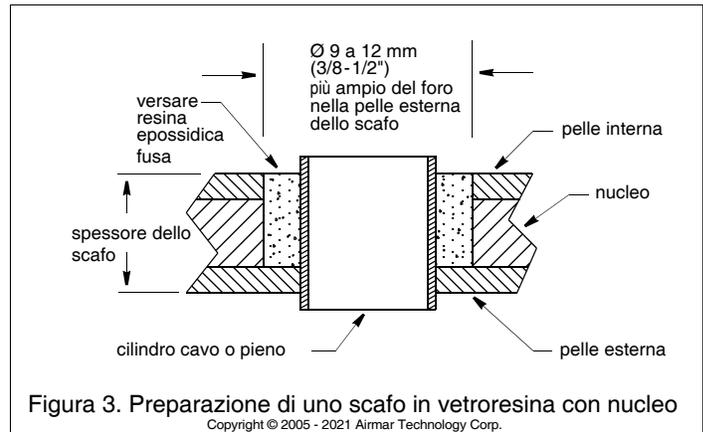

Figura 3. Preparazione di uno scafo in vetroresina con nucleo
2. Utilizzando una sega a tazza da Ø 51mm o 2", ritagliate il foro dall'esterno dello scafo attraversando esclusivamente la pelle *esterna* (Figura 3).